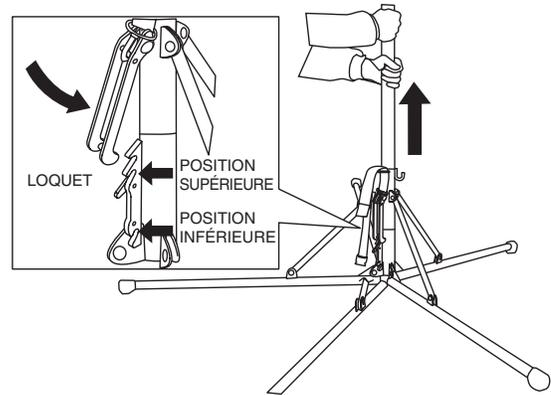

Figure 8. Fixer le Pentapod
4. Avec le pentapod complètement déployé, verrouiller le loquet pour garder le pentapod en place. Le loquet peut être verrouillé dans la position supérieure ou inférieure. Le fait de mettre le loquet dans la position supérieure fournira 1 pi (305 mm) de plus en hauteur. Voir Figure 8.